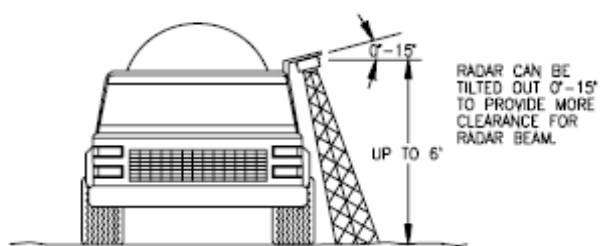

РИС. 2
- б) Объектив радара должен быть расположен параллельно поверхности земли в направлении движения. Радар может быть наклонен на 0 - 15 градусов для обеспечения лучшего обзора и избежания препятствий. См. рис. 2.